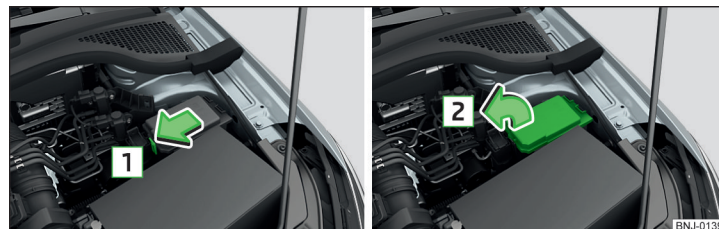

Fig. 203 Scoateți capacul
- Comprimați tastele de blocare în sensul săgeții **1** și scoateți capacul în sensul săgeții **2** » fig. 203.